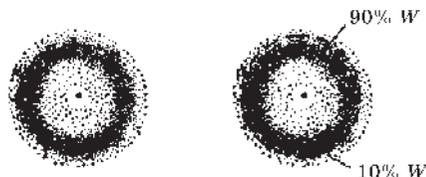

Рис. 4.1
2. *Положение электрона в атоме неопределенно.* Это значит, что невозможно одновременно точно определить и скорость электрона, и его координаты в пространстве. Электрон, который движется с очень большой скоростью, может находиться в любой части пространства вокруг ядра, и различные моментальные его положения образуют так называемое электронное облако с неравномерной плотностью отрицательного заряда (рис. 4.1). Форма и размеры электронного облака могут быть разными в зависимости от энергии электрона. Электронное облако — это модель состояния электрона в атоме.